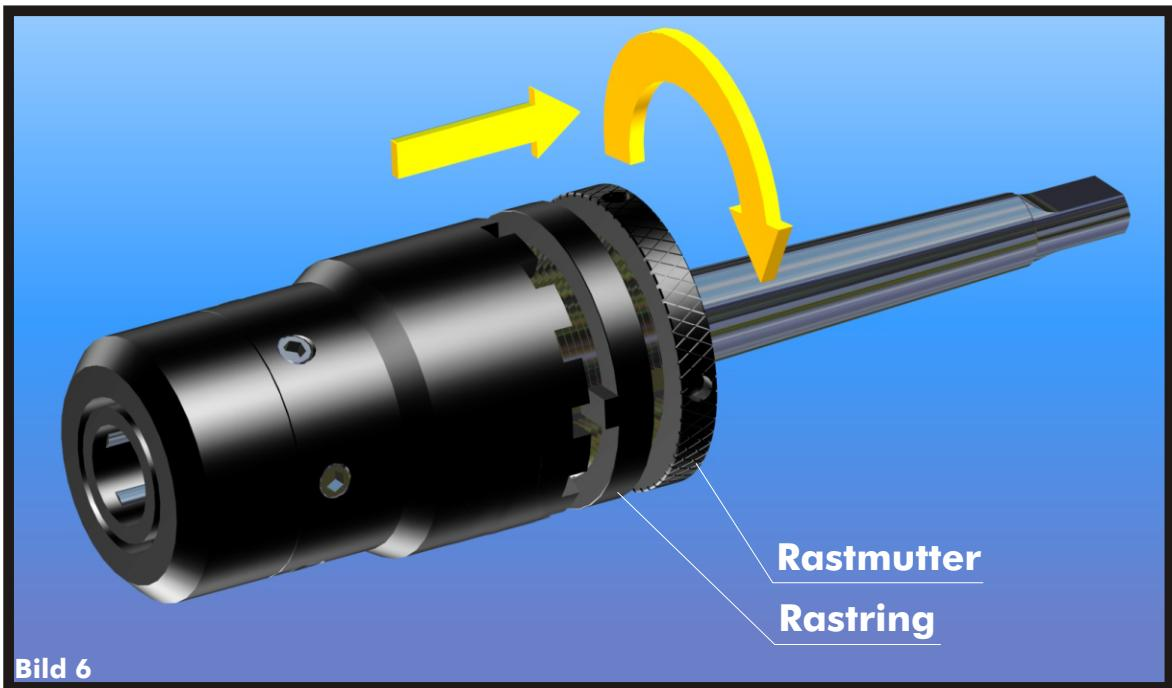

Bild 6
- > **Lösen Sie die Rastmutter und heben Sie den Rastring aus der Raste (Bild 6)**
- > **Lösen Sie die Rastmutter und heben Sie den Rastring aus der Raste (s. Bild 6).**